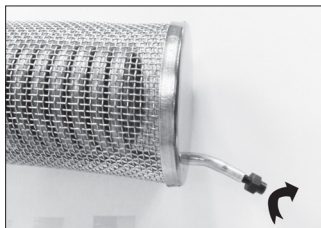

Figure 6
2.) Sortie d'insecticide excessive.	2.) Pompez à un rythme plus bas. Voir la Figure 6.
2.) Si la brume est mince ou jaune, le rythme de pompage est trop bas.	2.) Augmentez votre rythme de pompage. Voir la Figure 6.
3.) Si la brume est humide et coule, le rythme de pompage est trop haut ou l'appareil n'a pas atteint la température d'utilisation.	3.) Réduisez votre rythme de pompage. Voir la Figure 6.